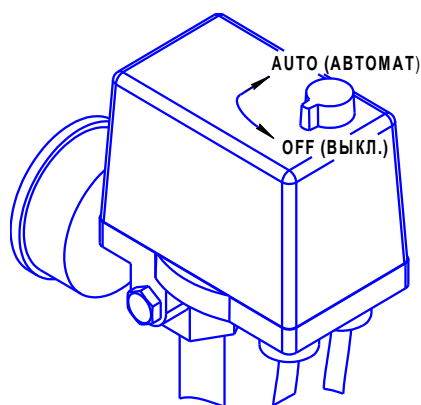

Рисунок 2
- 1 Проверьте, чтобы выключатель на прессостате находился в выключенном положении "OFF" (см. рисунок 2).
- 1 Выключить компрессор выключателем на прессостате. Для этого необходимо переключить выключатель в положение "OFF" (см. рисунок 2). После этого остановится электродвигатель и произойдет сброс давления из нагнетательного воздухопровода и поршневого блока.
Для пуска компрессора СБ4/Ф-500.LT100 после срабатывания защиты выполните следующие действия: после того, как двигатель остынет до допустимой температуры переключите выключатель на прессостате в положение "OFF" (см. рисунок 2), а затем включите компрессор переключив выключатель в положение "AUTO".